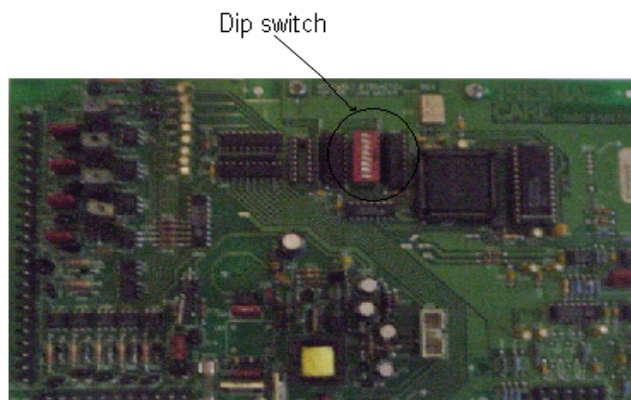

Figura 3.3 Tarjeta de termorregulador
- 3.- Para activar la autocalibración es necesario cambiar la posición del interruptor DIP # 8 a la posición de encendido. Figura 3.3.